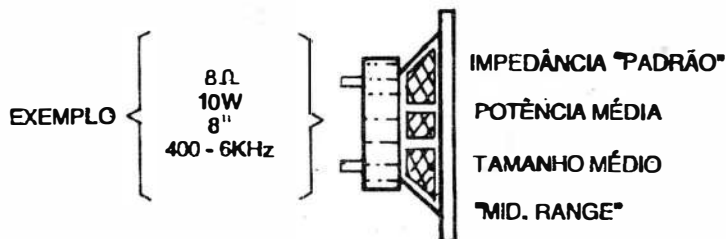

Fig.6
- FIG. 6 - AS TABELAS DE PARÂMETROS DOS ALTO-FALANTES - Quanto aos leigos no assunto, nem se fala... Mas mesmo entre os técnicos e alguns pretensos *entendidos*, normalmente se verifica uma grande confusão com respeito aos diversos parâmetros e características a serem considerados na aquisição e no uso de alto-falantes... Para simplificar definitivamente as coisas, o leitor/aluno deve observar a TABELA/EXEMPLO mostrada na figura, e considerar a seguinte